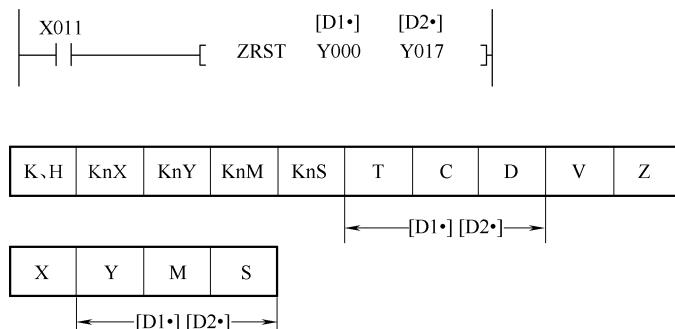

图 5-27 ZRST 指令的应用格式和使用范围
ZRST 是区间复位指令，16 位操作有 ZRST、ZRST (P)。其功能是指定同类目标元件范围内的元件复位，指定元件必须属于同一类，且 $D1 < D2$ 。当指定目标元件为通用计数器时，不能含有高速计数器。ZRST 指令的应用格式和使用范围如图 5-27 所示。